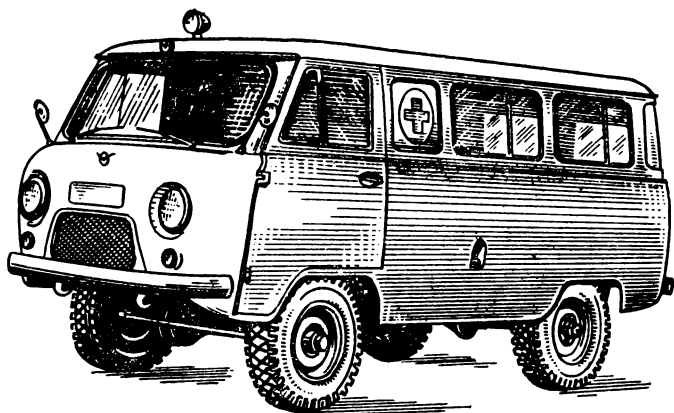

Рис. 2. Санитарный автомобиль УАЗ-452А (УАЗ-452АЭ)
**Санитарные автомобили УАЗ-452А** (рис. 2) и **УАЗ-452АЭ** предназначены для перевозки больных и обслуживания пунктов скорой медицинской помощи. Они имеют такой же кузов, как у автомобиля-фургона, с санитарным отсеком, отделенным перегородкой. Санитарный отсек имеет боковую и заднюю двухстворчатую двери. Носилочные больные принимаются через заднюю дверь.